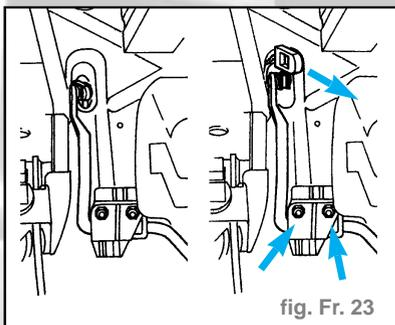

fig. Fr. 23
- Décrocher le câble de commande d'accélérateur de la pédale correspondante (fig. Fr. 23).